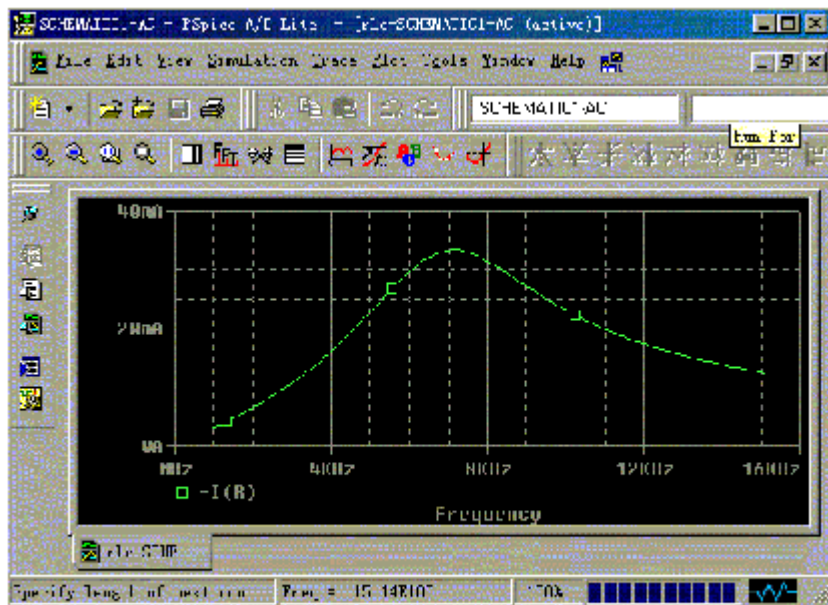

图 9-46 RLC 串联电路中电流频率响应波形
(3) 执行PSpice分析程序，其结果波形见图9-46所示。波形显示了电路中电流“ $I(R1)$ ”与信号源V1的工作频率的关系曲线。结果从曲线可以看出，电路电流在7kHz附近发生串联谐振，谐振时电路中电流值等于33mA ($1V/30\Omega$)，也可以用波形窗口上面的图标直接得出。曲线形状与串联谐振电路实验绘制的曲线相同。